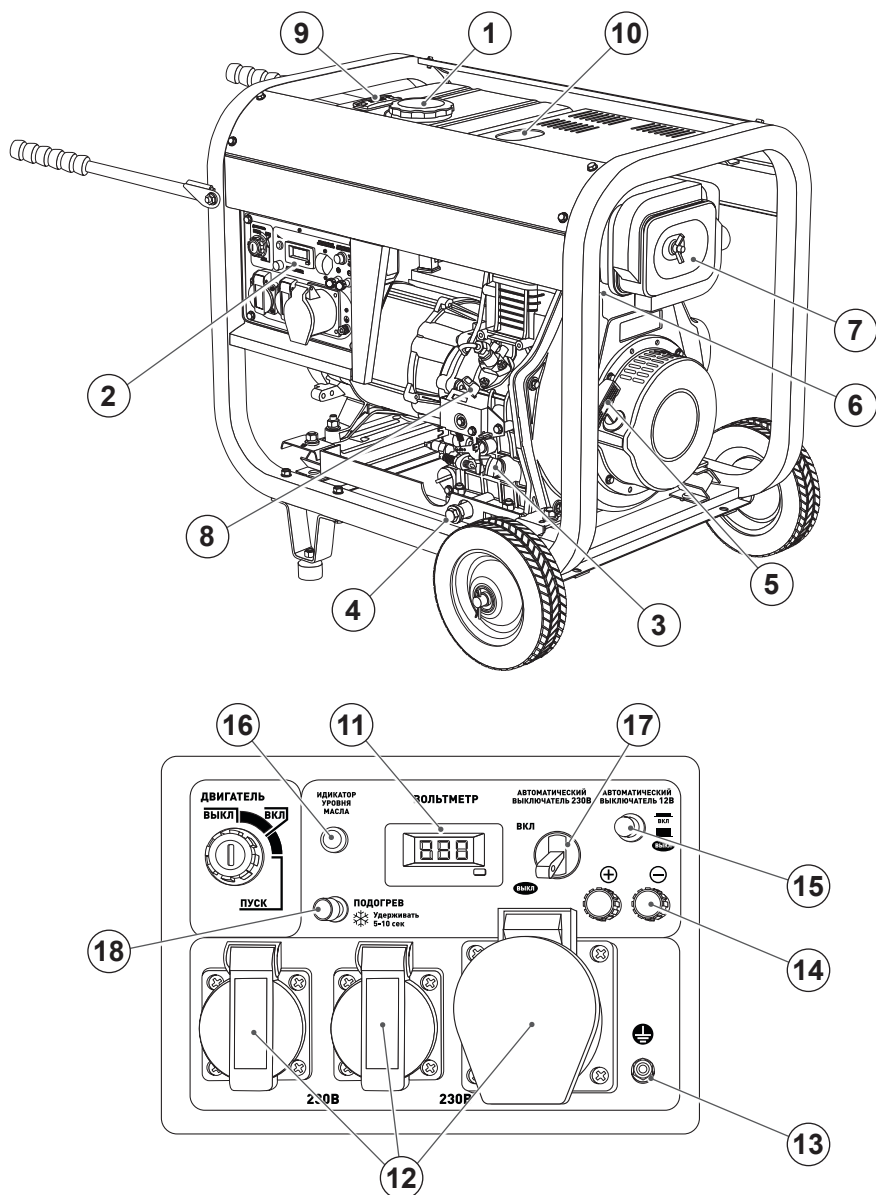

Рис. 1. Генератор
3. ОСНОВНЫЕ ЧАСТИ И УЗЛЫ ГЕНЕРАТОРА (рис. 1)